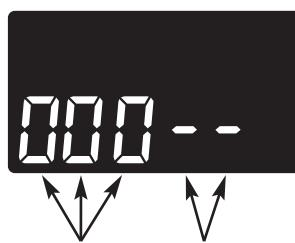

FIG. 60
3. La letra "P" y una raya (o rayas) indican el funcionamiento del interruptor POSITION (Posición) (vea la Fig. 60). Si aparece la letra, el interruptor está cerrado. Si aparece la raya, el interruptor está abierto.